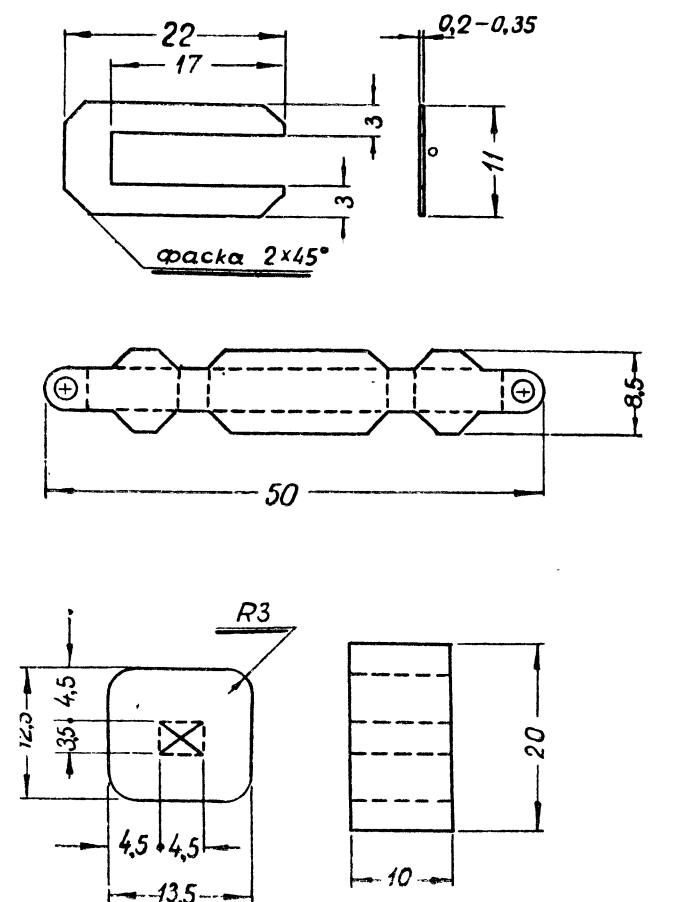
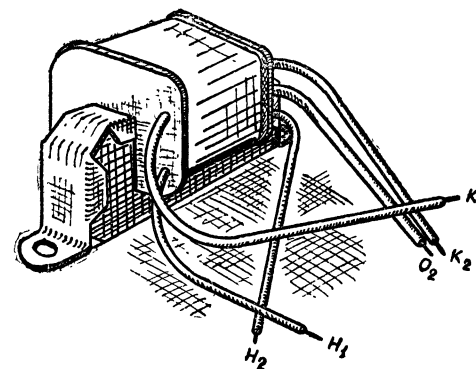

Рис. 5. Самодельные детали трансформатора (сверху вниз): пластина, обойма, щетка и гильза каркаса в натуральную величину
Рис. 8. Внешний вид трансформатора
**Трансформатор.** Детали трансформатора показаны на рис. 5. Это пластина, обойма и каркас. Пластины можно изготовить из жести от консервной банки (обязательно покрыть тонким слоем лака одну сторону) или из пластин старого трансформатора, лучше выходного. Размеры пластин показаны на верхней части рисунка. Их общее количество должно быть таким, чтобы толщина пакета была равна 4—5 мм. На средней части рисунка показана обойма для крепления пластин. Ее можно сделать из алюминия или латуни толщиной 0,15—0,3 мм. Вырежьте заготовку размером  $8,5 \times 50$  мм и переведите ее форму на металл.
пунктирным линиям (рис. 5). При шихтовке не следует забывать все пластины в катушку, иначе можно оборвать провод в катушке. Обогнув пакет пластин обоймой, мы закончим изготовление трансформатора. Внешний вид трансформатора, у которого уже определено положение вывода, показан на рис. 8. До регулировки у трансформатора может быть пять—шесть выводов.
Затем можно производить окончательный монтаж макета в корпусе, пользуясь схемой, показанной на рис. 8. Прежде чем включать прибор, каждый раз после монтажа внимательно проверяйте его схему соединений по монтажной и принципиальной схемам. При монтаже макета вместо постоянных сопротивлений  $R_4$  и  $R_5$  ставят переменные. Одно на 4,7—6,8 тыс. ом (вместо  $R_5$ ) и другое на 22—47 тыс. ом (вместо  $R_4$ ). При этом надо припаивать один из проводов обязательно к среднему выводу переменного сопротивления. Выводы трансформатора Тр припаивают так, чтобы соотношение между выводами Н и О, выводами О и К вторичной обмотки было минимальным. После налаживания макета тестера можно его монтировать в корпус «начисто».